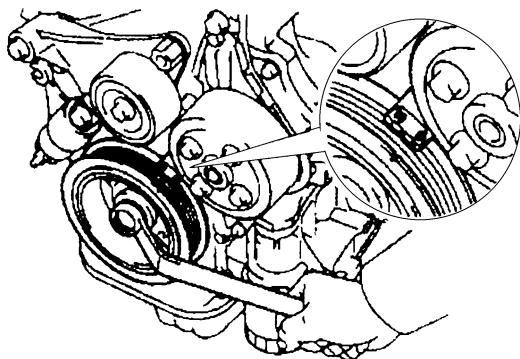

图 22-50 曲轴带轮凹槽对准正时标记
① 转动曲轴带轮, 并将它的凹槽和正时链罩盖的正时标记“O”对准 (图 22-50)。